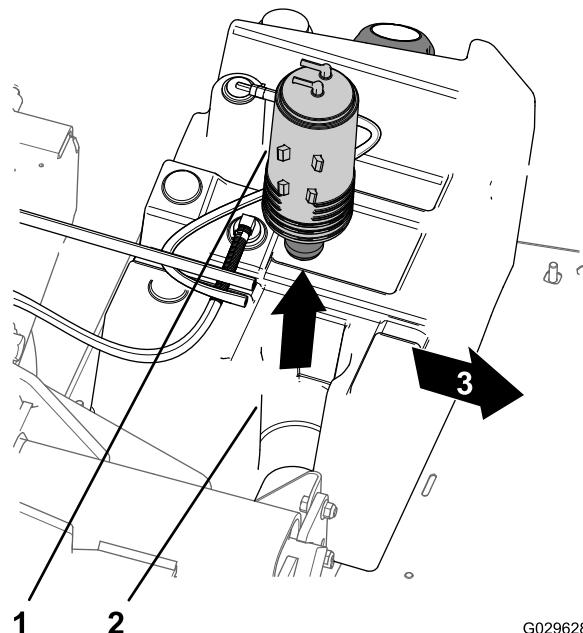

Figura 46
3. Retire el cartucho de carbón del soporte del cartucho de carbón del depósito de combustible (Figura 46).
7. Instale el cartucho de carbón nuevo en el soporte del cartucho de carbón del depósito de combustible con los acoplamientos de purga y del depósito de combustible orientados hacia atrás (Figura 46).